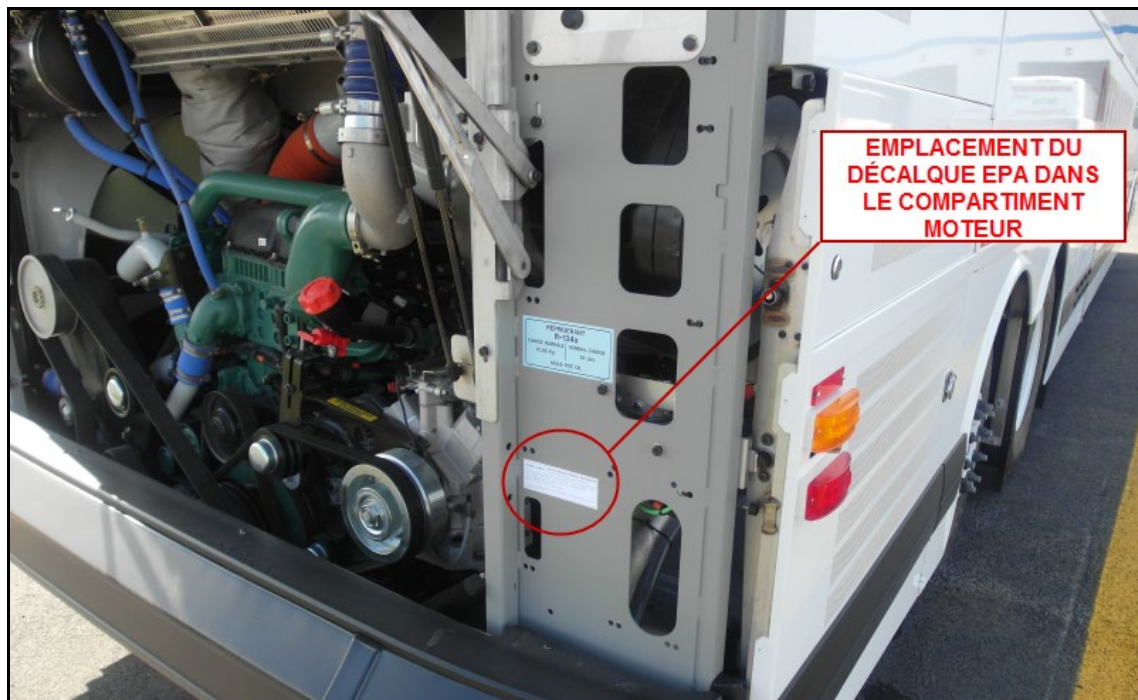

FIG.3 EMBLACEMENT DU DÉCALQUE EPA SUR LE VÉHICULE
2. Retirer le décalque EPA situé dans le compartiment moteur du véhicule (voir Fig.3). Ne pas coller le nouveau décalque par-dessus l'ancien.